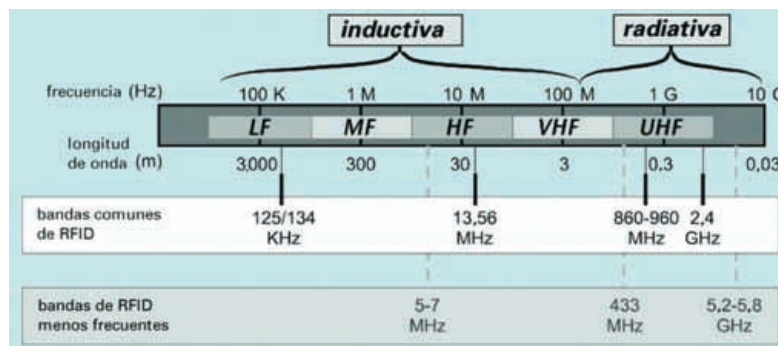

Figura 1. Banda de RFID en el mundo.
Los sistemas de RFID utilizan frecuencias que varían en un factor de 20.000 o mayor, desde alrededor de 100 kHz a más de 5 GHz (Figura 1). Las bandas de frecuencia que se encuentran más habitualmente son las de 125/134 kHz, 13,56 MHz, 860–960 MHz y 2,4–2,45 GHz. Los sistemas de 125/134 kHz operan dentro de la banda de baja frecuencia (LF) y normalmente se los denomina etiquetas y lectores LF. Los lectores de 13,56 MHz operan en una banda de alta frecuencia y por lo tanto se los caracteriza de forma similar como sistemas de HF.